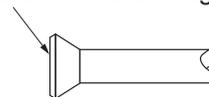

Abb. 15
- Beschichten Sie beim Anschließen der Bördelmutter den zu bördelnden Bereich innen mit Esther- oder Etheröl und drehen Sie die Mutter zunächst 3-4 mal von Hand herum, bevor Sie sie dann einschrauben. (Siehe Abb. 15)